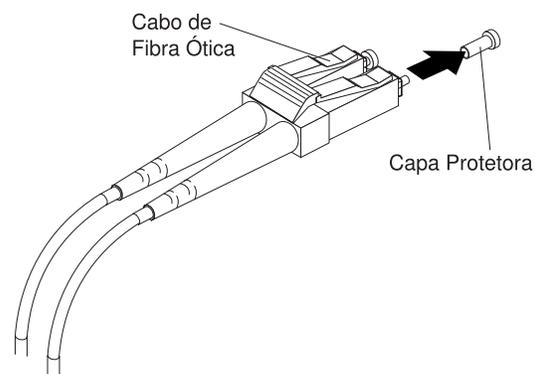

Figura 19. Removendo as Capas Protetoras do Cabo de Fibra Ótica
3. Remova as duas capas protetoras de uma extremidade do cabo LC-LC, conforme mostrado na Figura 19. Guarde a capa protetora para uso futuro.